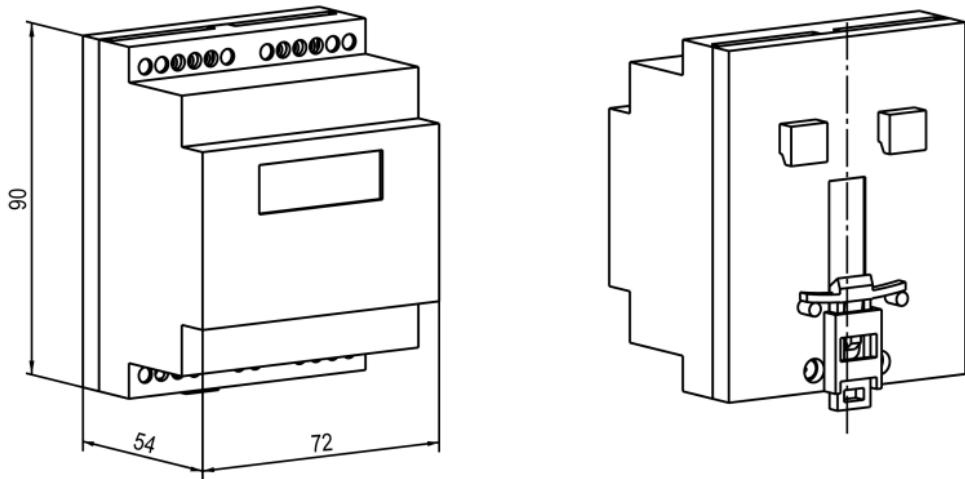

Рисунок 4.10 – Габаритные размеры корпуса Д
1. Подготовить место на DIN-рейке для установки прибора (см. *рисунок 4.10*).